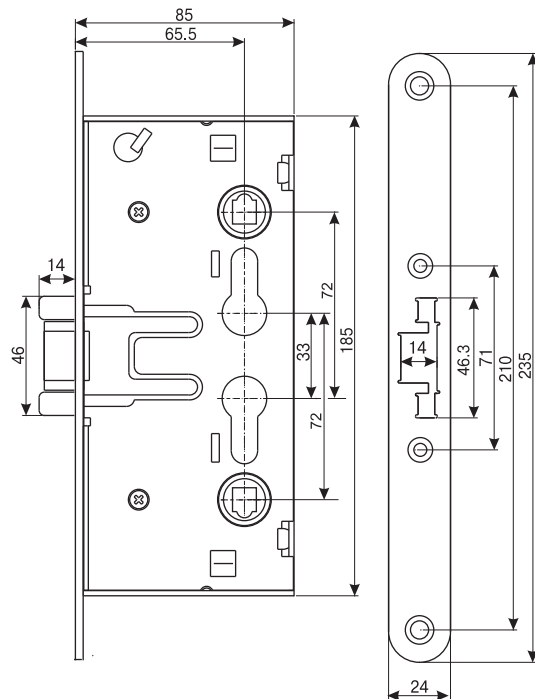

Рис.1
Противопожарный врезной замок с защелкой и отверстием под евроцилиндр. Разработан с учетом специфики российского рынка и требований противопожарной безопасности. Симметричная конструкция замка предусматривает возможность установки замка, как на левые, так и на правые металлические двери, не переворачивая защелку, а переворачивая замок (Рис.1).
2. Определите место установки замка и нанесите разметку согласно размерам замка (Рис.1).